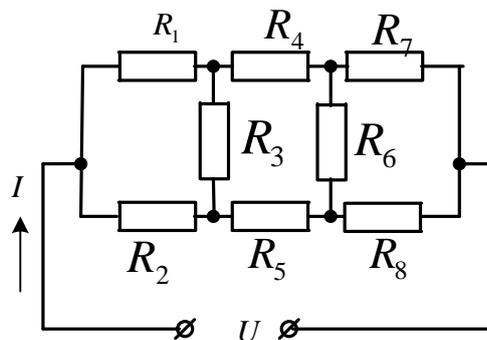

Рисунок 8
**Задача 5.** Определить эквивалентное сопротивление цепи (рис.8) и ток на входе, если  $U=114\text{В}$ ;  $R_1=R_7=30\text{Ом}$ ;  $R_2=R_3=10\text{Ом}$ ;  $R_4=R_8=26\text{Ом}$ ;  $R_5=11\text{Ом}$ ;  $R_6=10\text{Ом}$